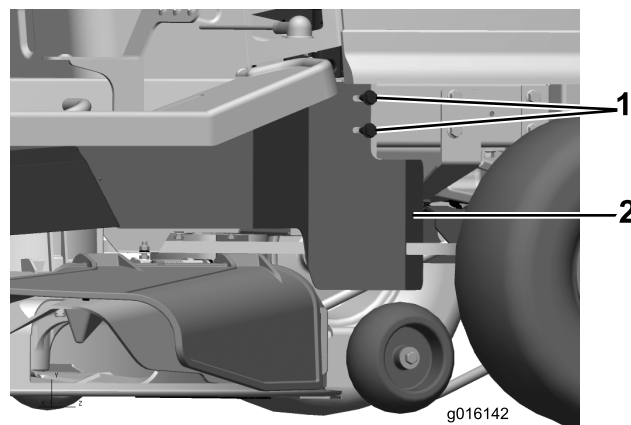
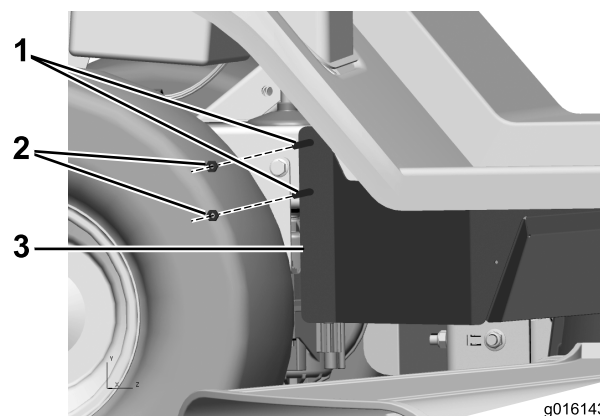

Figure 7
Figure 8
1. Fixez le protège-courroie droit du cadre, comme illustré à la Figure 7 et la Figure 8.